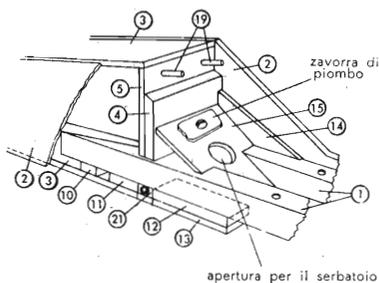

Fig. 557. Parte anteriore della fusoliera parzialmente sezionata.
Sotto il castello motore dinanzi all'ordinata **B**, montiamo, incollandolo, il tubo di supporto (21) per il carrello, tubo che passa attraverso le parti laterali. Incolliamo poi davanti ad esso e sotto i supporti le strisce di rinforzo (12). Dietro l'ordinata **B** (5) (fig. 557), incolliamo il pezzo di riempimento (11) ed il distanziatore (10), come è visibile nella figura 557. Così, ora, potremo chiudere in basso la fusoliera con le parti (3) e (13). Dopo che tutto si è essiccato, pratichiamo lateralmente nella parte (2), nello spazio fra (10) e (11), alcuni piccoli intagli che in seguito riceveranno i montanti del carrello. Incolliamo internamente, sopra il castello motore, le squadrette di rinforzo e inca-